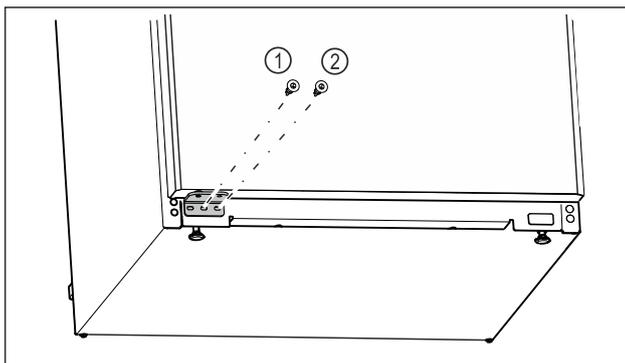

Fig. 22
- ▶ Stringere la vite centrale del blocco di supporto Fig. 22 (1) con un cacciavite Torx 20.
- ▶ Stringere la vite interna del blocco di supporto Fig. 22 (2) con un cacciavite Torx 20.